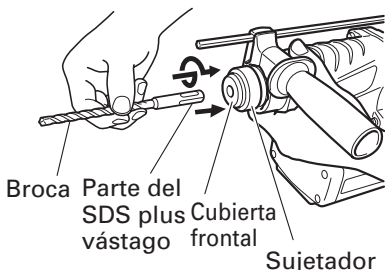
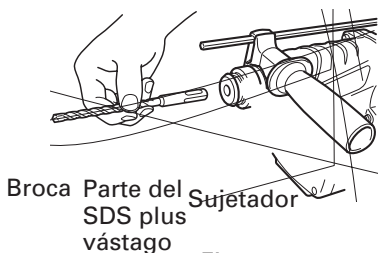

Fig. 7
Fig. 8
- (1) Gire la empuñadura del asa lateral para aflojarla y presiónela hasta que entre en contacto con la carcasa.
- (2) Ajuste el asa lateral al ángulo que permita la utilización más fácil, y después gire firmemente la empuñadura del asa lateral para fijarla en su lugar.
3. Montaje de la broca (Fig. 7)
- (1) Limpie la parte de la espiga de la broca de taladro.
- (2) Introduzca la broca de taladro en el portaherramienta, retorciéndola hasta que quede enclavada. (Fig. 7)
- (3) Tire de la broca de taladro para comprobar que ha quedado enclavada.
- (4) Para extraer la broca, tire completamente de la empuñadura en el sentido de la flecha y tire hacia afuera de la broca. (Fig. 8)